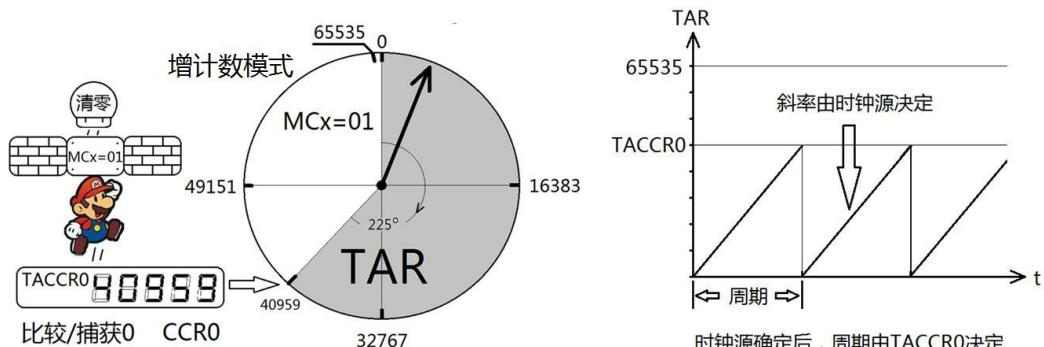

图 6.3 主定时器的增计数模式
- 1) 如图 6.3 左侧所示, 当 TAR 的值与 TACCR0 预设值 (图中设定为 40959) 相等时, TAR 被强迫清零。时钟表盘只能在灰色区域活动。
- 2) 如图 6.3 右侧所示, 定时器的实际周期不再仅由时钟源决定, 还与 TACCR0 设定值有关。